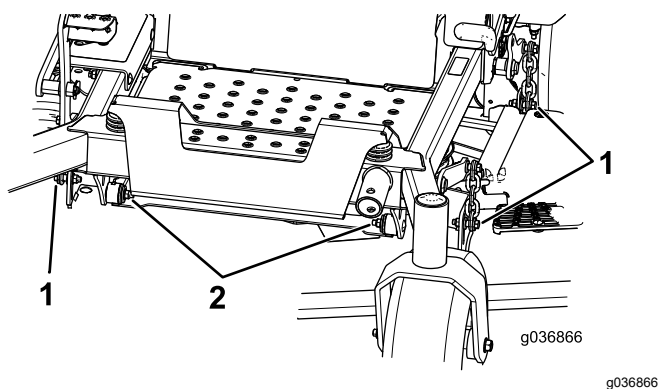

Figure 103
7. Enlevez et conservez les boulons et écrous de chaque côté de la machine (Figure 103).